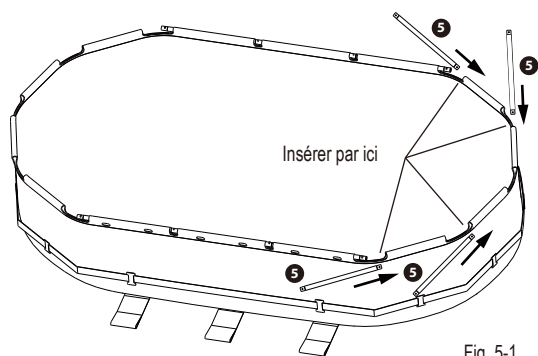

Fig. 5-1
5. Glissez les poutres horizontales ⑤ dans les manchons des extrémités du liner voir figure 5.1 et 5.2.